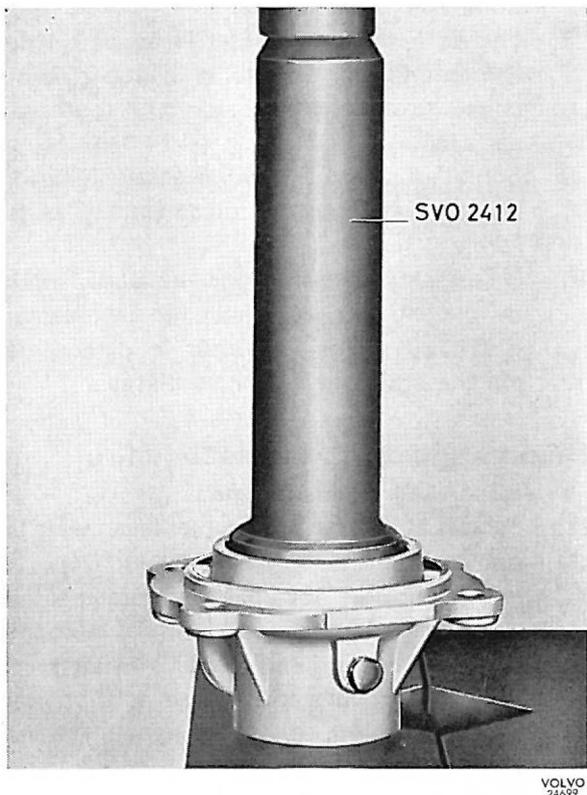

Fig. 23. Montage du roulement à billes du couvercle arrière
1. Presser le roulement à billes dans le couvercle arrière, Fig. 23, et poser le circlips. Ce circlips existe en différentes épaisseurs. Choisir l'épaisseur qui convient à la rainure prévue.